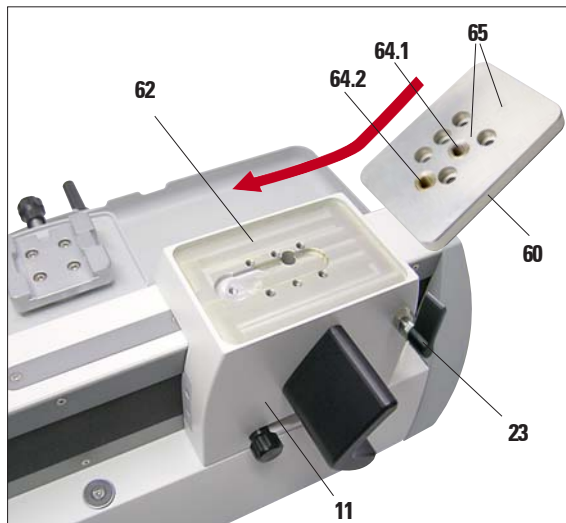

Figura 9
- Collocare, come mostra la figura 9, la base intermedia sulla superficie di montaggio. Fare attenzione a che le due tacche (65) siano in alto e che siano orientate verso il retro.